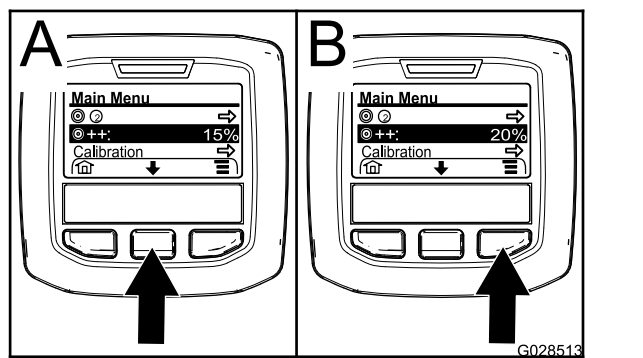

Figura 67
2. En caso necesario, pulse el botón de selección central para resaltar el aumento del caudal de aplicación (Figura 67).
**Nota:** El icono para el aumento del caudal de aplicación mostrará dos signos de (+) a la derecha de una diana (Figura 67).
3. Pulse el botón de selección derecho (Figura 67) para elevar el porcentaje de aumento en incrementos del 5% (máximo del 20%).